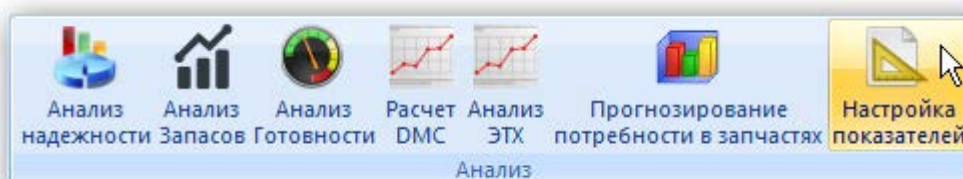

Рис. 29-1 – Настройка показателей
2) Нажать кнопку «Настройка показателей» на вкладке «Анализ» (рис. 29-1).